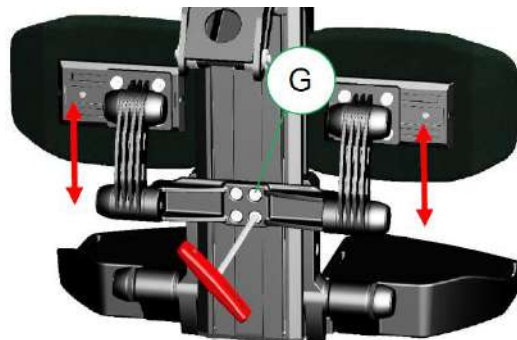

Figura 11-31
- Paso 1: Afloje los cuatro tornillos (G), usando una llave Allen de 5 mm, hasta que se empiecen a desplazar en el rail. (Figura 11-31)